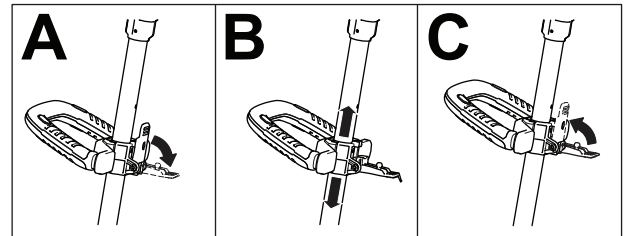

Figura 15
1. Abra el pestillo de la empuñadura auxiliar (Figura 15, A).
2. Deslice la empuñadura auxiliar hacia arriba o abajo hasta la posición deseada (Figura 15, B).
3. Cierre el pestillo de la empuñadura auxiliar para fijarla en su lugar (Figura 15, C).